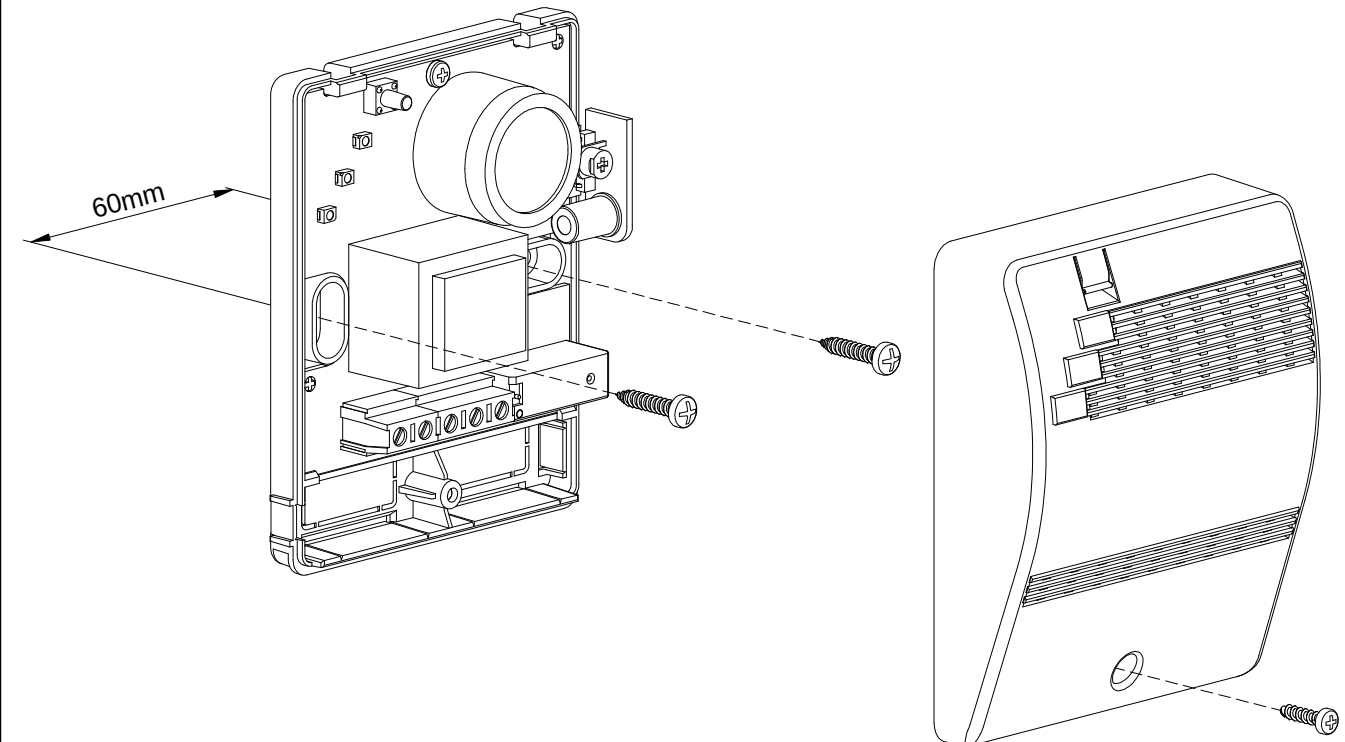

Fig. 2: Exemplu de instalare a unui BEAGLE *plus* -.
3. Indepartati carcasa asa cum este indicat in Fig. 2:
Pentru a ajunge la borna electrica interioara desurubati surubul prezent in partea centrala jos a capacului frontal si indepartati-l (Fig. 2).